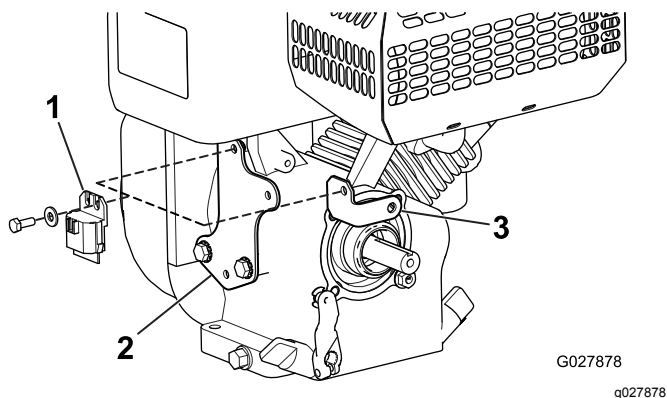

Figura 2
5. Togliete e conservate la staffa del cablaggio, il modulo di interblocco e i dispositivi di fissaggio (Figura 2).